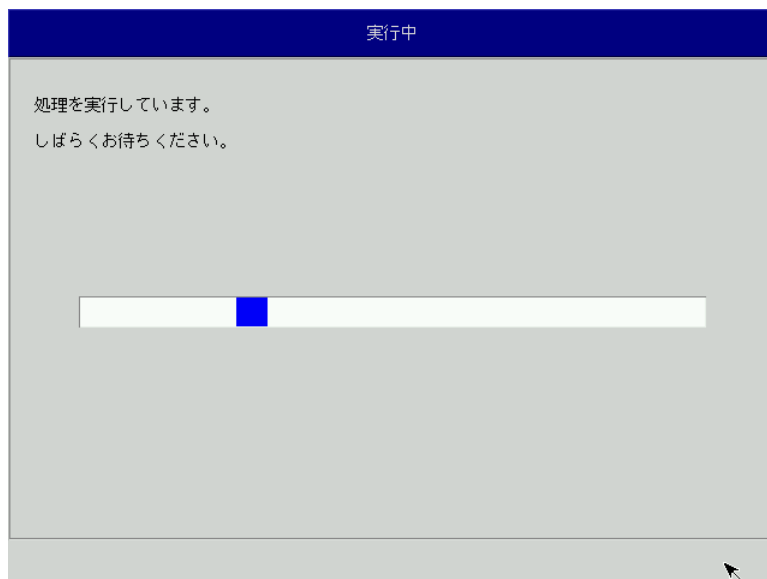

図 6-3-3. 実行中画面
- ④ 処理が始まります（図 6-3-3）。実行中は SD カードを外したり、電源を落としたりしないでください。